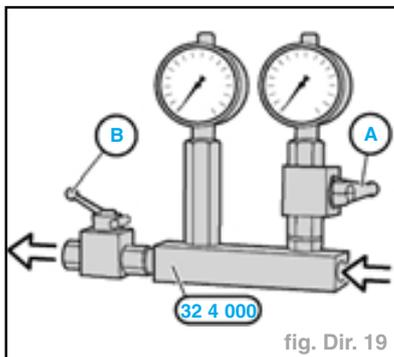

fig. Dir. 19
- Brancher l'outil réf **32 4 000** entre la pompe et le boîtier de direction (fig. Dir. 19).
- Fermer le robinet (A) et ouvrir le robinet (B).
- Fermer le robinet (B) pendant **10 s** au maximum et relever la pression indiquée.